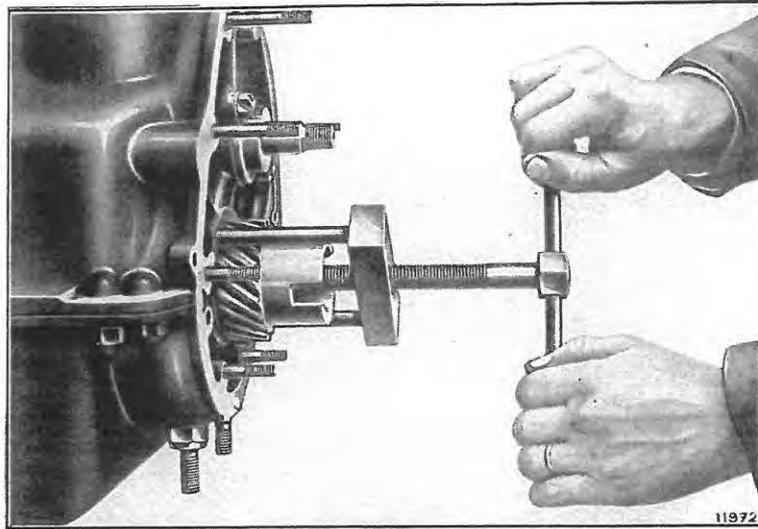

Fig. 4. — Démontage du pignon de commande de distribution.
- c) Enlever le pignon sur vilebrequin. Dégoupiller et arracher le pignon (*arrache-pignon, fig. 4*).